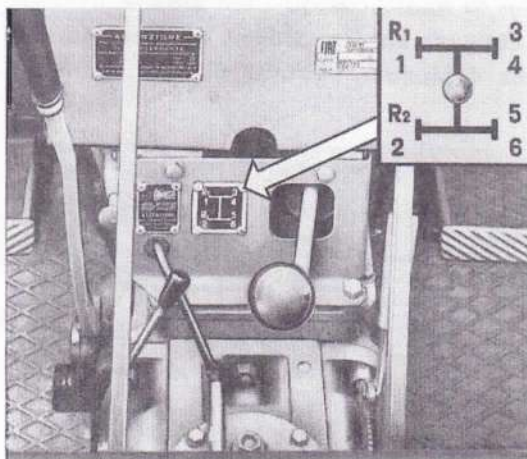

Fig. 7. - Plaquette indiquant les positions du levier des vitesses.
14. **Levier des vitesses:** les positions correspondant aux six rapports en avant et aux deux marches arrière sont montrées par la plaquette prévue sur le support des batteries (voir fig. 7). Avant de changer de vitesse débrayez le moteur en tirant le levier tout au fond de sa course.